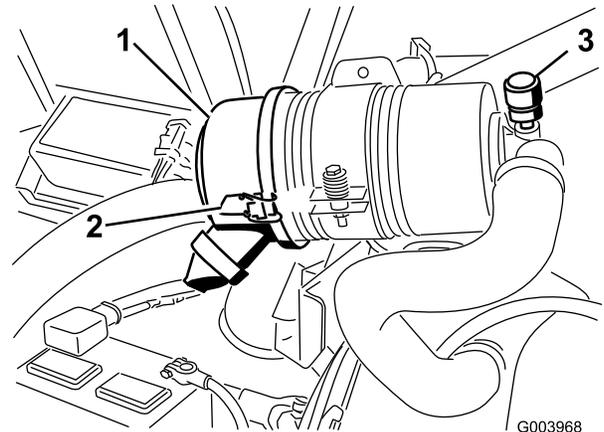

Figure 58
Faites l'entretien du filtre à air uniquement quand l'indicateur de colmatage (Figure 58) indique que cela est nécessaire. Changer le filtre à air prématurément ne fait qu'accroître le risque de contamination du moteur par des impuretés quand le filtre est déposé.
1. Desserrez les fixations qui maintiennent le couvercle sur le boîtier du filtre à air (Figure 58).